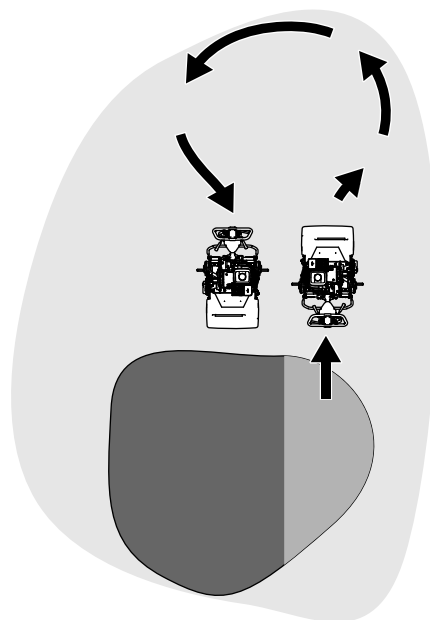

図 23
- ターンをする時はグリーンの外で、リールを浮かせてハンドルを押し下げて、雨だれ形を描くように行います **図 23**。
1. トランスミッションギアボックスにある接続レバーを探し出す **図 23**。